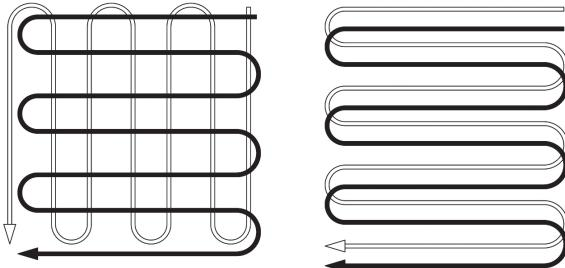

Рис. 11
- При подготовке участка к посеву обрабатывайте почву согласной одной из схем (Рис.11).